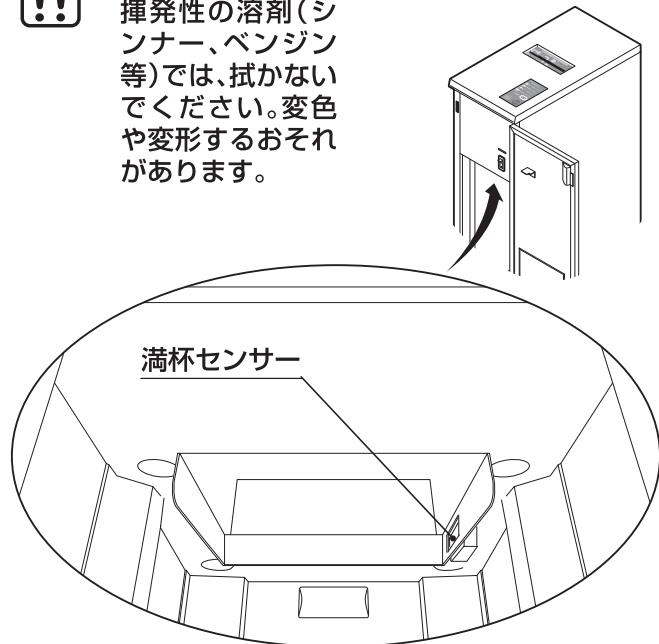

図6 満杯センサー窓の位置
- 1.電源スイッチ①の下側を押して電源を切り、電源コード⑤の電源プラグを抜いてください。
- 2.満杯センサーに付着した紙粉や細かい細断屑を柔らかい布等で取り除いてください。 図6 参照